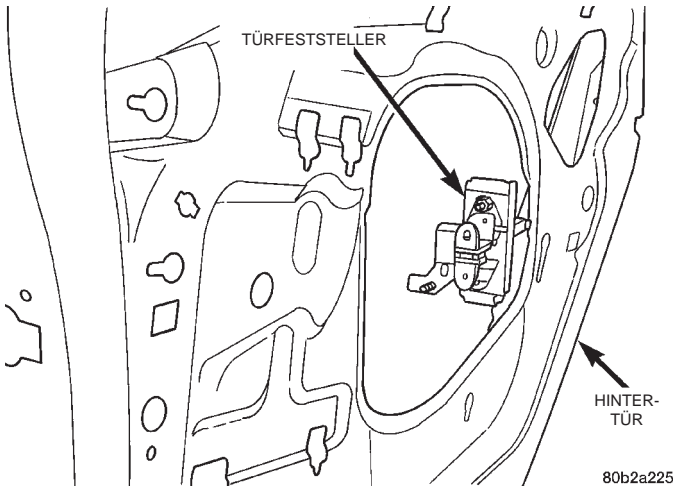

Abb. 76 Türfeststeller/Hintertür
- (3) Wasserschutzfolie nach Bedarf abziehen.
- (4) Befestigungsschraube und Mutter lösen, mit denen der Türfeststeller am Türrahmen und an der Karosserie befestigt ist.
- (5) Türfeststeller aus dem Fahrzeug nehmen (Abb. 76).